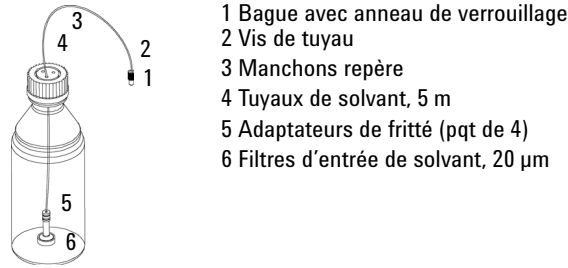

Figure 4 Ensemble bouchon de dégazage et de pompage et bouteille de solvant
- 8** Raccordez le connecteur de l'ensemble bouchon de dégazage et de pompage (voir la Figure 4, page 41 Éléments 1+2) :